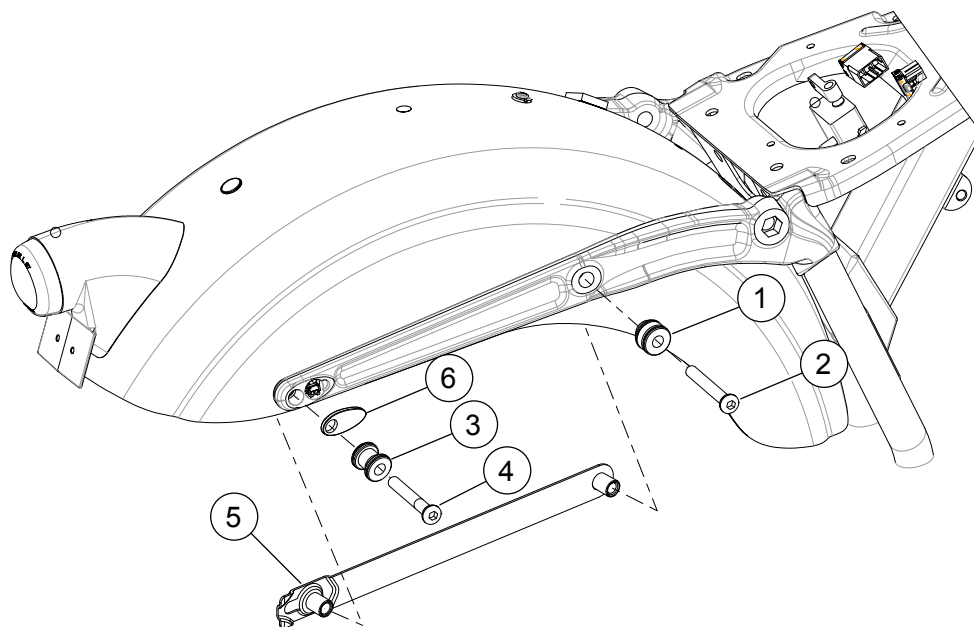

Figura 1. Parti di ricambio: Kit bulloneria di ancoraggio modello FXDB
Vedere Figura 1 e Tabella 1.
2. Vedere Figura 1 e Tabella 1. Prima dell'installazione, applicare un po' di Loctite 243 (blu) al bullone a testa bombata (2). Collocare il lato rastremato del punto di ancoraggio anteriore (1) contro il supporto. Inserire il bullone a testa bombata (2) attraverso il punto di ancoraggio, il parafango e la staffa di montaggio del parafango (5). Serrare ad una coppia di 16,3–24,4 N·m (12–18 ft-lbs).
3. Prima dell'installazione, applicare un po' di Loctite 243 (blu) al bullone a testa bombata (4). Installare il coperchio della rientranza del distanziale (6), il punto di ancoraggio posteriore (3) e il bullone (4) sulla staffa di montaggio del parafango e serrare ad una coppia di 16,3–24,4 N·m (12–18 ft-lbs).